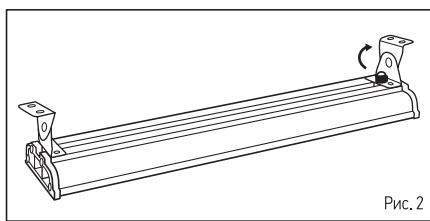

Рис. 2
- Для установки используйте поворотные скобы из установочного комплекта для накладного монтажа (арт. 90 682, в комплект не входит), Рис. 2.